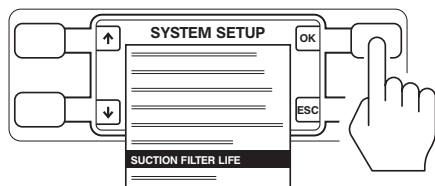

図5 - 吸引フィルタオプションの選択
4. SYSTEM SETUP画面で、矢印アイコンの隣にあるボタンを押して、SUCTION FILTER LIFE (吸引フィルタの寿命) を強調表示します。OK表示の隣のボタンを押して、選択を行います (図5)。